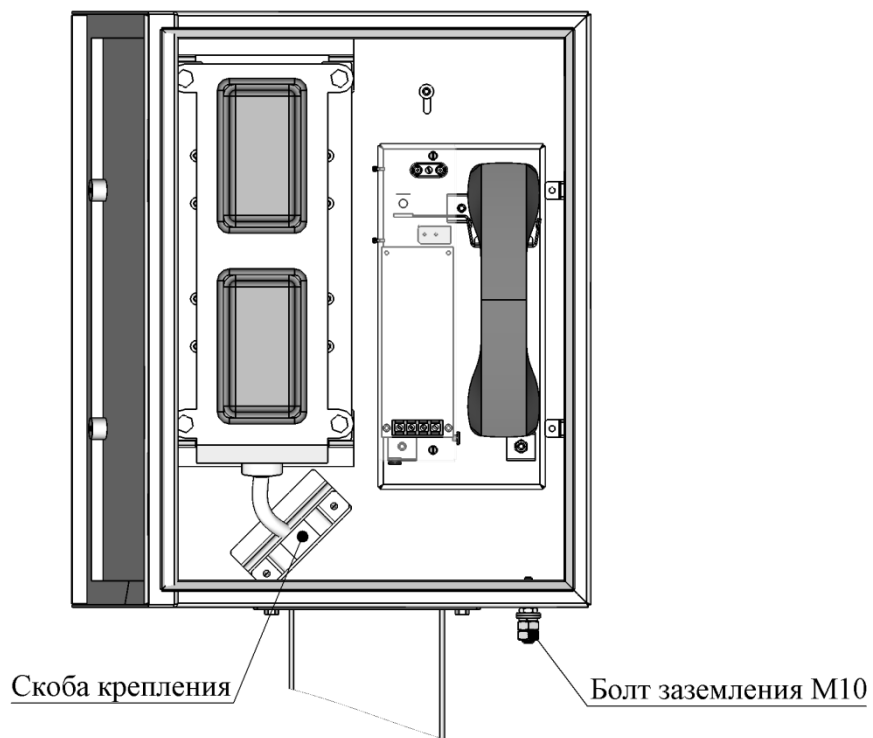

Рисунок 6 – Расположение оборудования внутри корпуса стойки
- зафиксировать кабель внутри стойки при помощи скобы крепления кабеля (см. рисунок 6).
- завести кабель внутрь стойки, уложив вдоль столба; зафиксировать кабель внутри стойки при помощи скобы крепления кабеля (см. рисунок 6);
- завести кабель внутрь стойки и зафиксировать его внутри при помощи скобы крепления кабеля (см. рисунок 6).
3.5.2 Внешний заземлитель подключается к заземляющему болту М10, расположенному в нижней части корпуса стойки (см. рисунок 6).